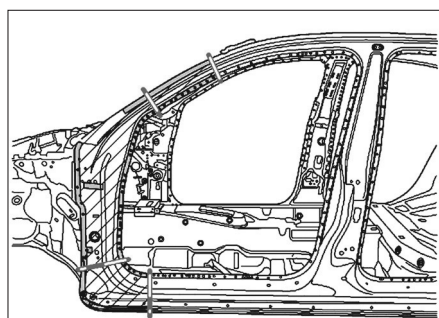

FIG. 12
- Effectuer la découpe à la partie supérieure en fonction de l'état d'endommagement de la carrosserie. Ne pas effectuer de découpe dans la zone du renfort intérieur (Fig.12).